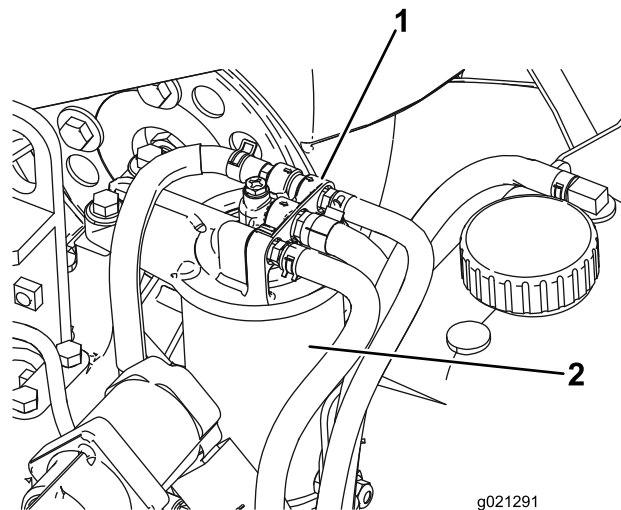

Figura 95
2. Limpie la zona alrededor de la cabeza del filtro de combustible (Figura 95).
3. Retire el filtro y limpie la superficie de montaje de la cabeza del filtro (Figura 95).